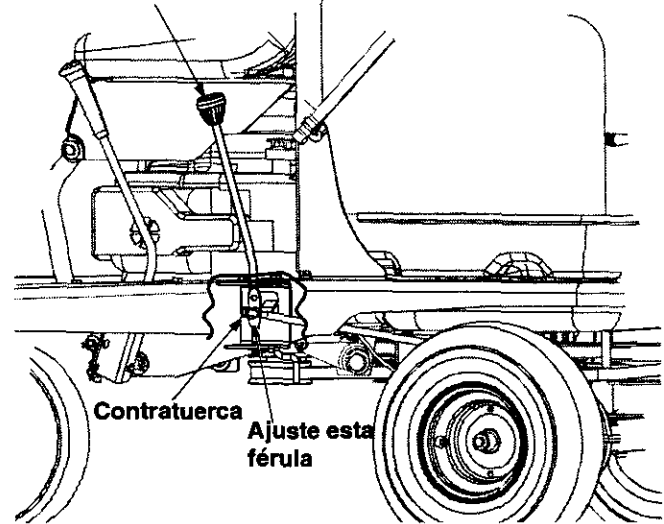

Figura 24
3. Retire la horquilla y la arandela que sujetan la férula a la barra de cambios. Vea Figura 24 . Afloje la contratuerca.